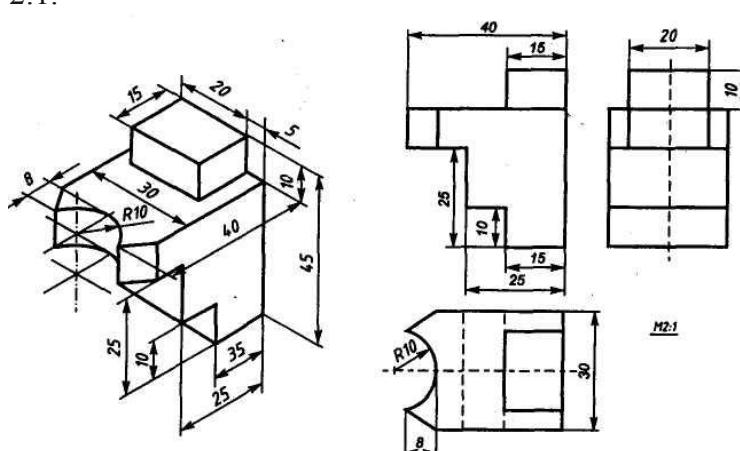
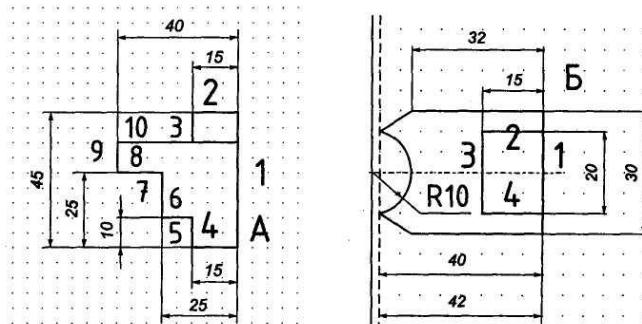

Рисунок 37 – Чертёж летали
Рисунок 38
11. Зафиксируйте с помощью ЛКМ первую точку отрезка на пересечении вспомогательных прямых (точка А рис.38) и начните построение отрезка длиной 45мм, отсчитывая 9 узлов сетки от точки А с помощью кнопки **вверх** на клавиатуре.
13. Повторяем пп.10-12 для других отрезков (см. рис.38). Стрелки – это соответствующие кнопки на клавиатуре.
14. Для завершения вида спереди необходимо построить вид сверху. Отступаем от точки А (рис.37) 8 узлов сетки вниз – это правая верхняя точка вида сверху (рис.38, точка Б).